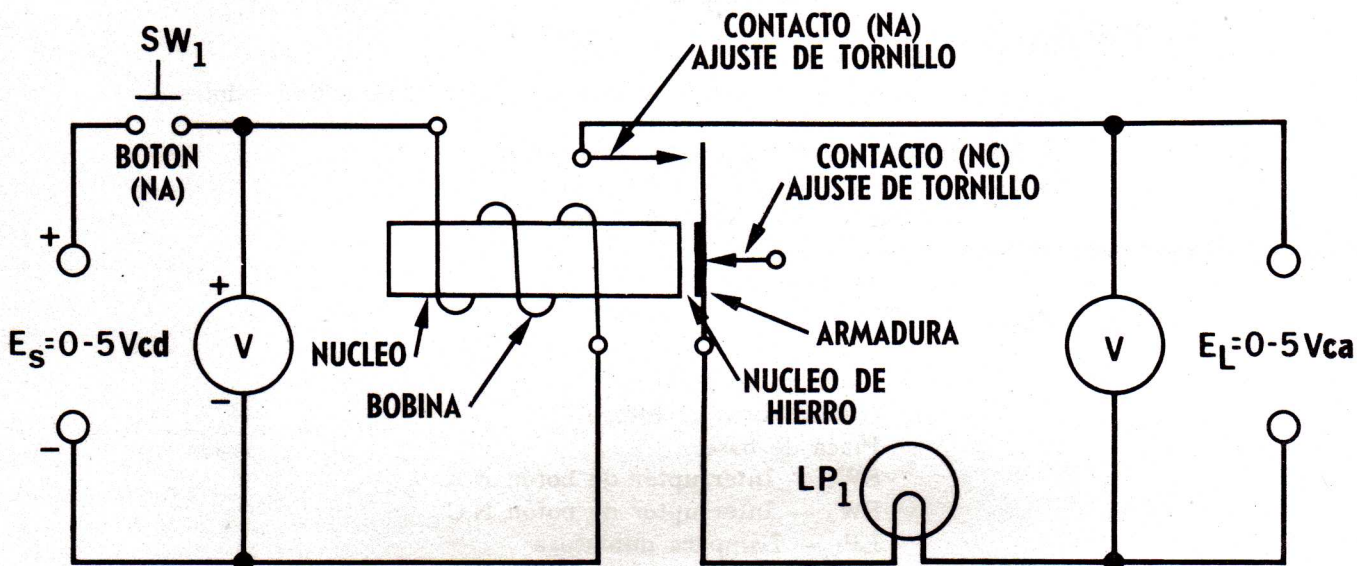

Fig. 29-1
1. Construya el circuito de un relevador como el que se ilustra en la Fig. 29-1. Esto requerirá montar la bobina y su base junto con el conjunto del relevador, sobre la placa de base. Vea la fotografía. Inserte el núcleo de hierro en la bobina y asegúrelo a una distancia de 0.8 mm de la armadura. Oprima la armadura contra el núcleo y haga girar el tornillo de control N. A. hasta que haga contacto con ella. Libere y observe que el tornillo de contacto y la armadura estén libres.
3. En el circuito de la Fig. 29-1, el relevador está normalmente abierto (N.A.). Si se usa el otro contacto, el relevador puede operarse en la posición normalmente cerrada (N.C.).